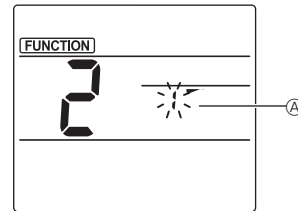

Fig. 2
② Selezione del numero di deflettori (Fig. 2)